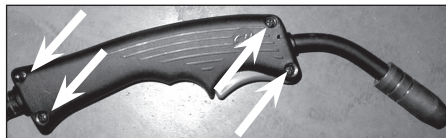
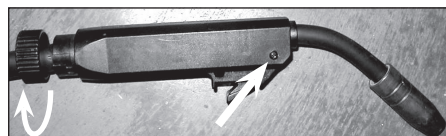

Figure 2a – Retirez ces quatre vis
Figure 2b – Retirez la vis et tournez l'écrou
3. Démontez la poignée du chalumeau en retirant les quatre vis (voir la figure 2a). WG3020: Retirez une vis et tournez l'écrou (voir la figure 2b).